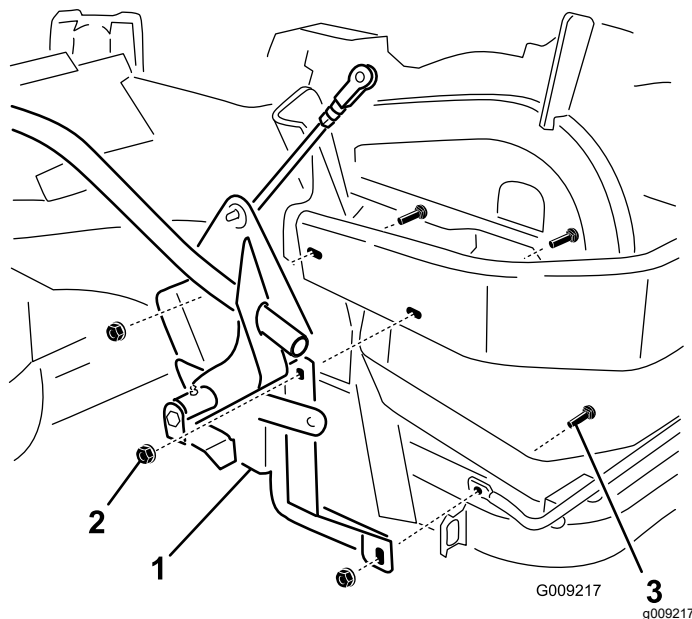

Figure 7
3. Instale el conjunto de palanca y soporte en el lateral de la máquina con 3 pernos de cuello cuadrado ($\frac{3}{8}$ " x $1\frac{1}{4}$ ") y 3 tuercas con arandela prensada (arandela grande – $\frac{3}{8}$ "), según se muestra en Figure 7.